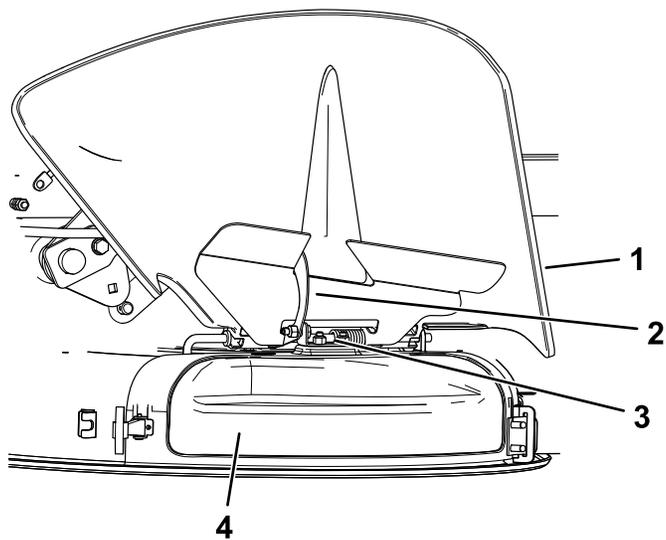

Figura 16
4. Liberate il dispositivo di chiusura a uncino sopra il coperchio dello scarico dall'asta di rotazione (Figura 16).
5. Sopra il coperchio dello scarico, agganciate il dispositivo di chiusura a uncino all'asta di rotazione del gruppo deflettore (Figura 16).